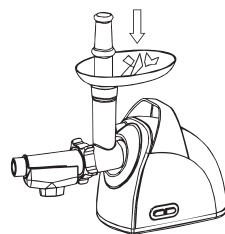

Рис.16
7.6.8 Используя толкатель, постепенно загружайте продукты для переработки в горловину (Рис.16).